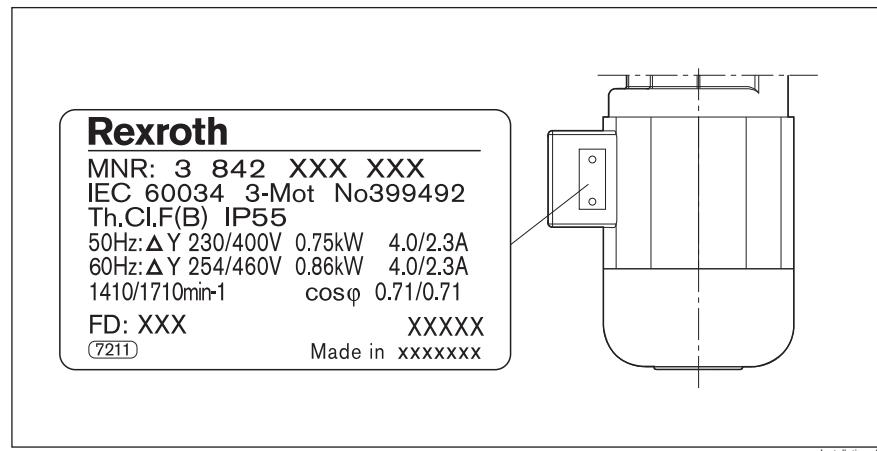

Fig. 8: Motor tip plakası (Örnek)
- Motor tip plakasındaki elektrik bağlantı değerlerine dikkat ediniz, bakınız Fig. 8 Sayfa 21.